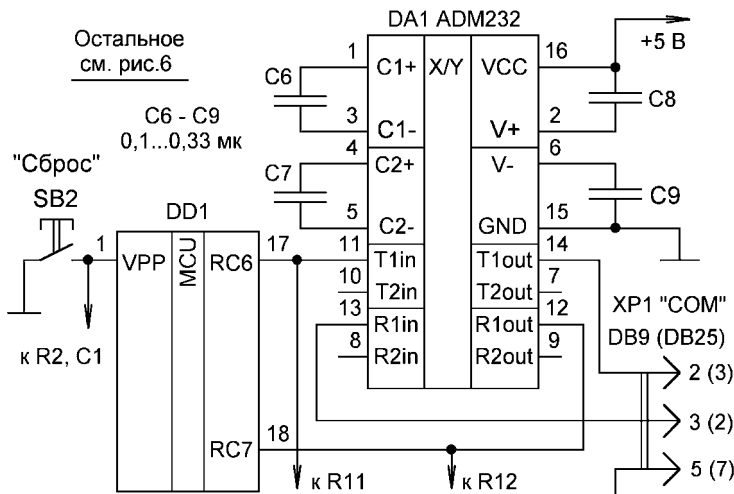
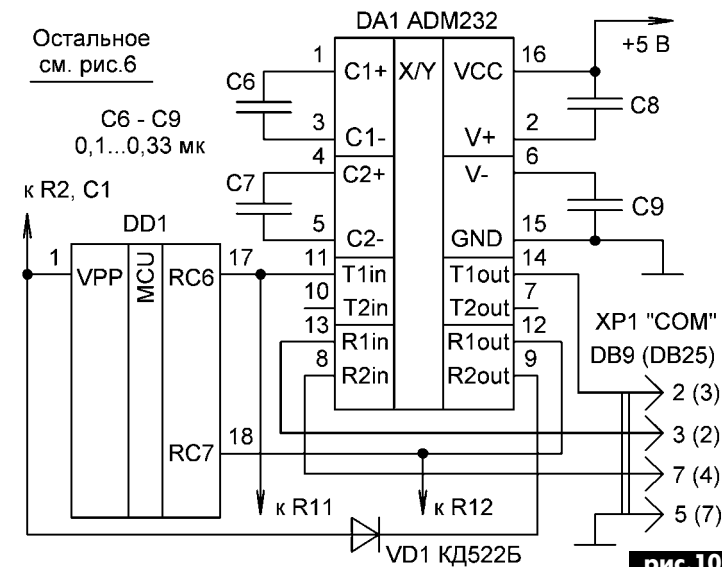
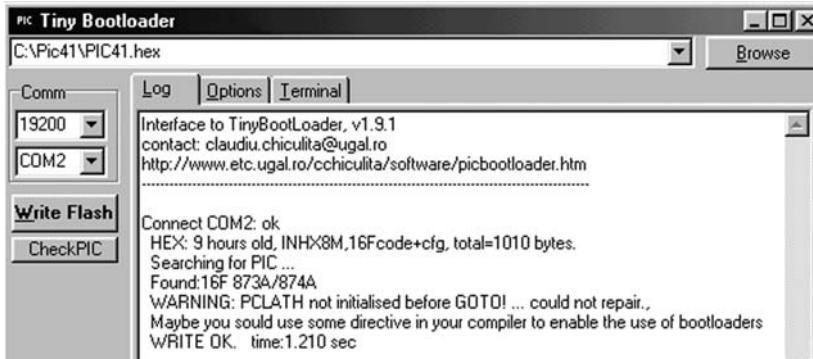

рис.9
рис.10
рис. 13
На рис.9 показана трехпроводная, а на рис.10 – четырехпроводная схема сопряжения. Первая из них предполагает введение драйвера DA1 и кнопки сброса SB2, во второй схеме вместо кнопки используется диод VD1, автоматически управляемый от компьютера через контакт 7 (4) разъема XP1. Через выводы RC6, RC7 МК обменивается информацией с компьютером. Направление передачи устанавливается в Си-программе при инициализации портов (предусмотрено в строке 7 листинга 1).
3. Вернуться в закладку "Log" и включить опцию "Write Flash". Если использовалась схема сопряжения по рис. 10, то через 1,2 с МК будет автоматически запрограммирован файлом "pic41.hex" (рис. 13). На предупреждающие надписи "Warning" не обращать внимание, главное, чтобы текст заканчивался словами "WRITE OK". Если сопряжение выполнено по рис. 9, то после включения опции "Write Flash" надо в течение 4 с одновременно нажать кнопку сброса SB2.